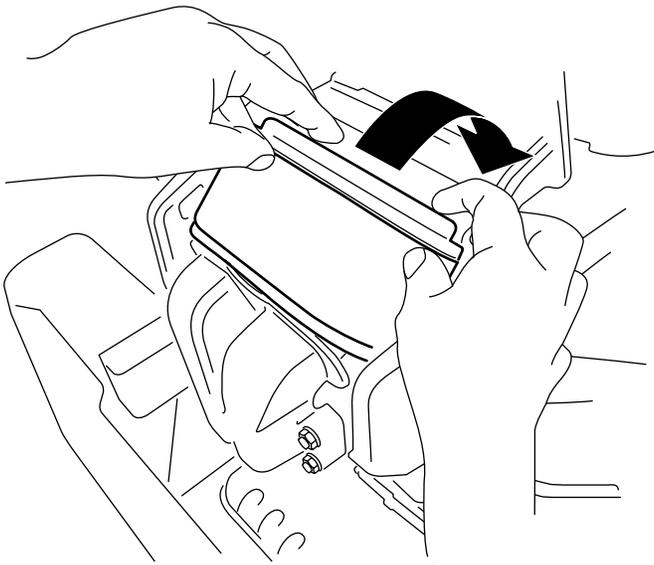

Figure 70
3. Tournez le filtre pour l'insérer dans la chambre et enfoncez-le complètement contre le collecteur (**Figure 70**).